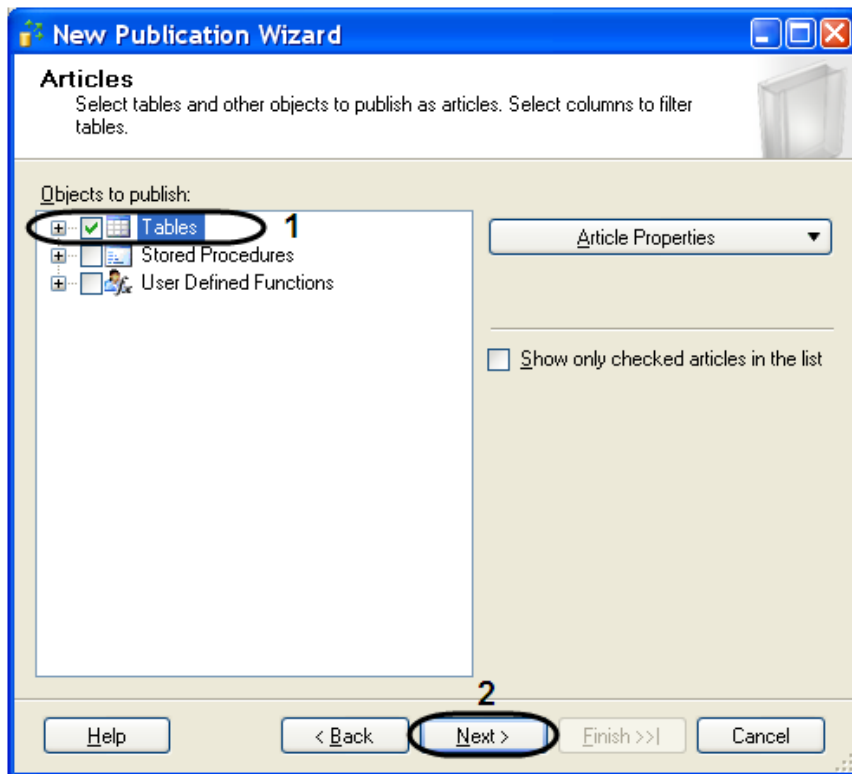

Рис. 11.3-7. Выбор объектов для публикации
10.8. Рис. 11.3-7, 1).
10.10. Рис. 11.3-7, 2).